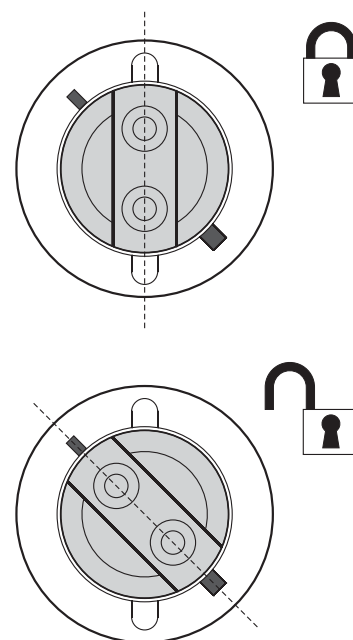

Figure 2: Changement de lampe
4. Maintenez la lampe par sa base en céramique. Tournez-la de 45° et retirez-la du projecteur (voir Figure 2).